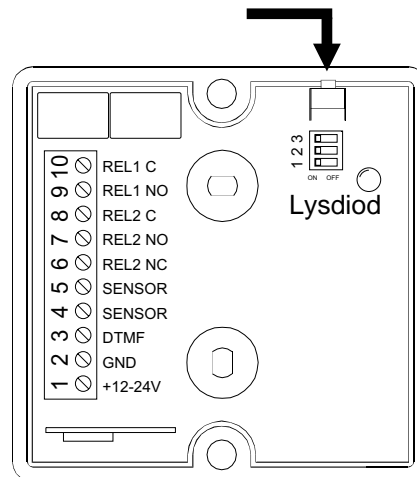

Fig 5.
- B. Tryck in knappen (se fig 5.) på styrenhetens kretskort genom att trycka på gummimembranet på utsidan. Håll knappen intryckt till lysdioden börjar lysa grönt med fast sken (tar ca 2 sek)